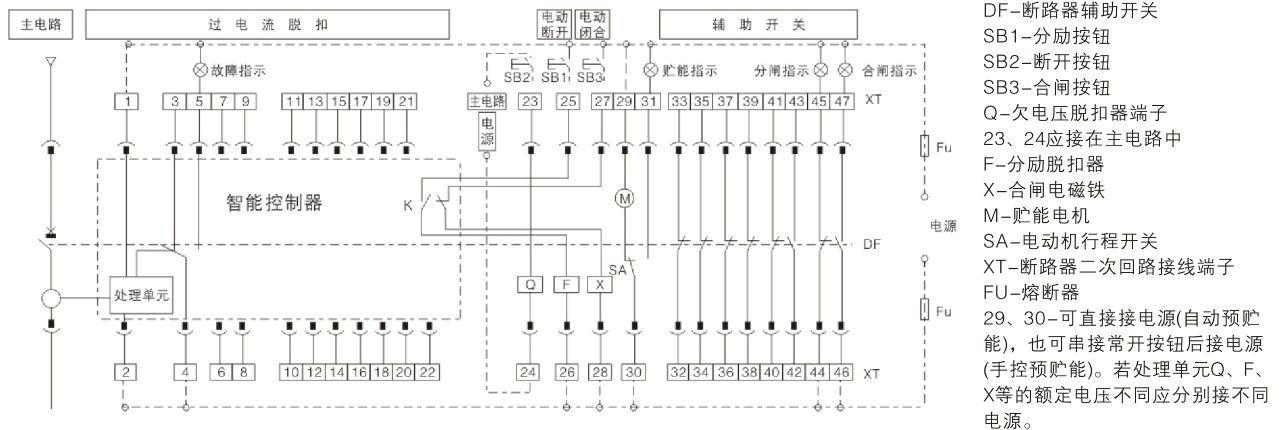

图13d 配L或M型智能控制器的断路器二次回路接线图(辅助开关为二常开六常闭触头)
• 2000A~6300A辅助开关由二常开六常闭触头组成的二次回路接线图，见图13d